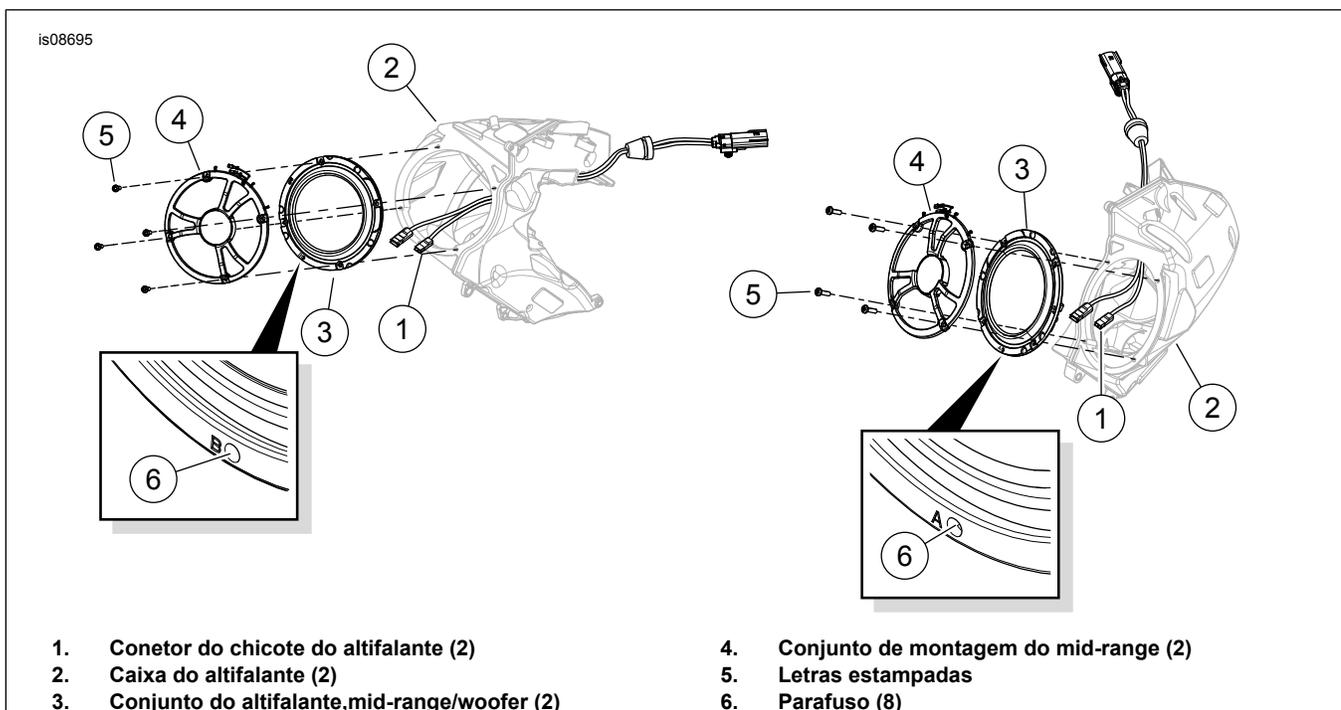

Figura 1. Instalação dos altifalantes woofer
1. Ver Figura 1 . Ligue os conetores (1) do chicote do altifalante no interior da respetiva caixa (2) aos terminais tipo garra na parte traseira do woofer (3). Os contactos tipo garra de diferentes tamanhos previnem uma montagem inapropriada.